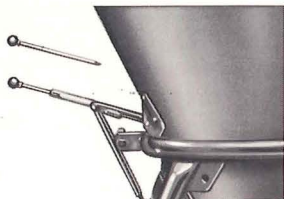

Fig. 7
10. Vid spridning av superfosfat och liknande gödningsmedel, som blivit fuktiga på grund av olämplig lagring, skall den ring av gödningsmedel som blir kvar i behållarens spets avlägsnas efter varje tomkörning med en förlängningsspak. Dessutom måste avsättningarna på kastskovlar och i matarfickorna avlägsnas. Fig. 7.